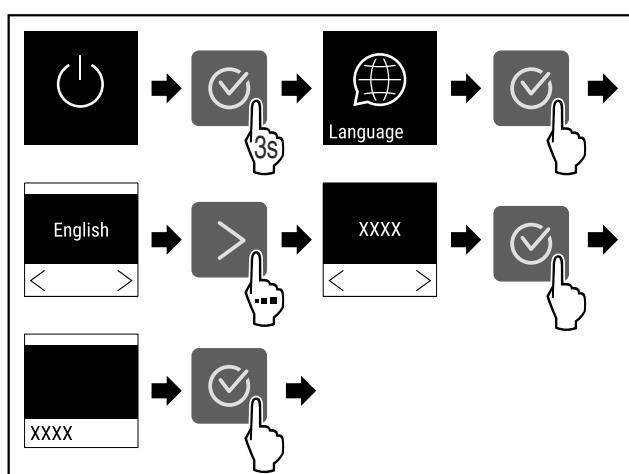

Fig. 52
- Εκτελέστε τα βήματα ενεργειών (βλέπε Fig. 52).